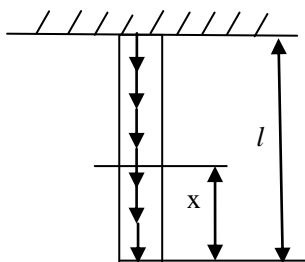

图 1
- 1 如图 1 所示上端悬挂的钢缆, 已知钢缆的重度为 γ , 横截面积为 A , 长为 l , 求钢缆任意截面 x 的内力表达式, 并画轴力图。(5 分)